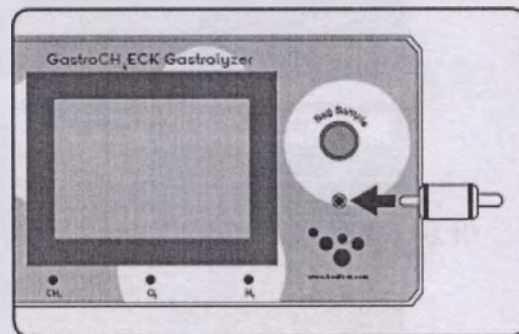

Рис. 4
4. Вставьте фильтр для удаления влаги в порт «Bag sample» для сбора проб выдыхаемого воздуха в дыхательный мешок (Рис. 4).